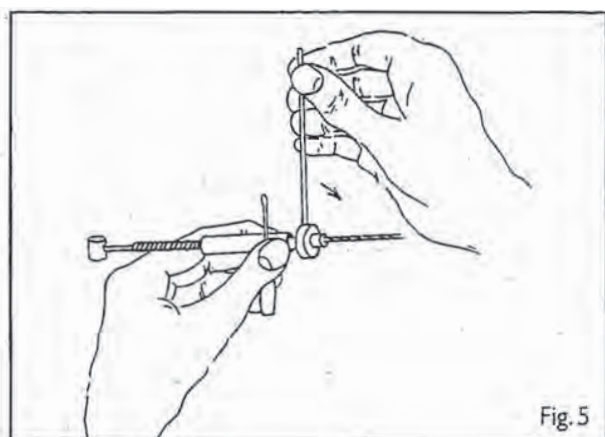

Fig. 5
**2.** Potete ora piazzare il tenditore nell'attacco murale (fig. 5).